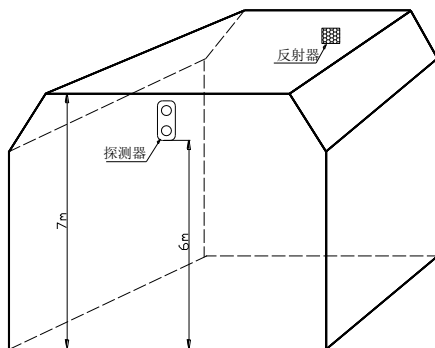

图 5 探测器和反射器安装示意图
- b) 建筑物举架在 5m~8m 之间，应将探测器和反射器安装在距天花板距离 0.5m~1m 处的相对两墙墙壁上，如图 5 所示。